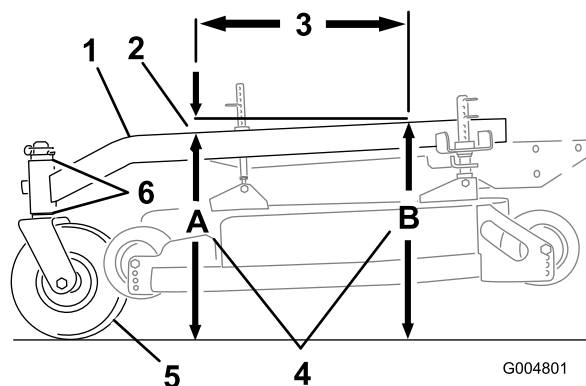

Figura 57
El bastidor de tiro debe tener una inclinación longitudinal de entre 3 mm y 9 mm a lo largo de 61 cm (Figura 57).
- Mida 61 cm en el bastidor de tiro (Figura 57).
- Mida la altura del bastidor de tiro en la posición **A** (Figura 57).
- Mida la altura del bastidor de tiro en la posición **B** (Figura 57).
- La altura en la posición **A** debe ser de 3-10 mm menor que la de la posición **B** (Figura 57).
- Si la inclinación del bastidor de tiro no es la correcta, mueva los espaciadores de las ruedas giratorias para obtener una inclinación de 3-10 mm (Figura 57).